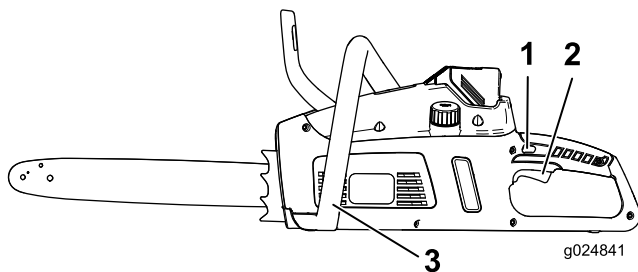

Figure 6
4. Tenez la poignée auxiliaire d'une main et la poignée d'actionnement de l'autre, puis actionnez la gâchette pour démarrer la tronçonneuse (Figure 6).